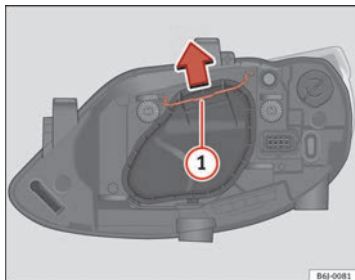

Fig. 157 Médios / máximos farol simples
- Desloque o tirante ⇒ Fig. 157 ① no sentido da seta e puxe a tampa.